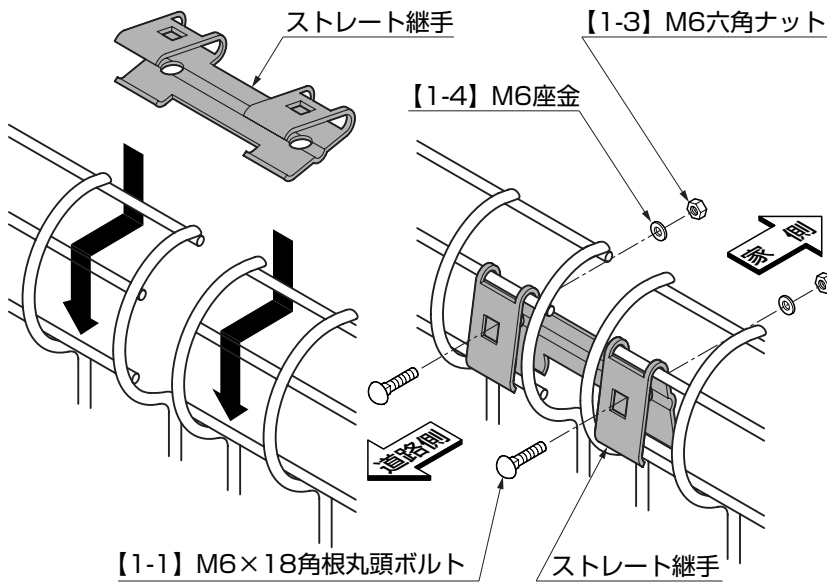

図1-3
①隣り合うフェンス本体の両方に、ストレート継手を片方ずつかけて挟み込んだ後、【1-1】、【1-3】、【1-4】で締めつけてください。(図1-3参照)